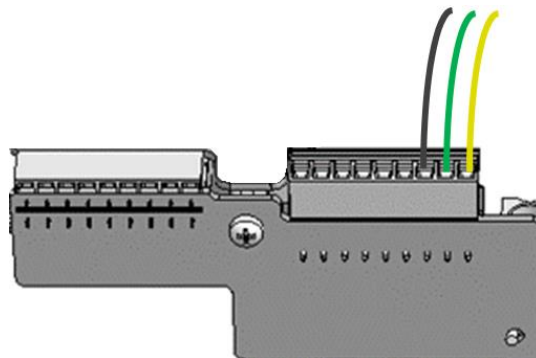

Abbildung 5: Einstecken der 9-poligen Klemmleiste in den RS485-Überspannungsschutz
- 5** Stecken Sie die 9-polige Klemmleiste mit den RS485-Kabeln in den Kommunikationseingang des RS485-Überspannungsschutzes ein, wie in Abbildung 5 gezeigt.